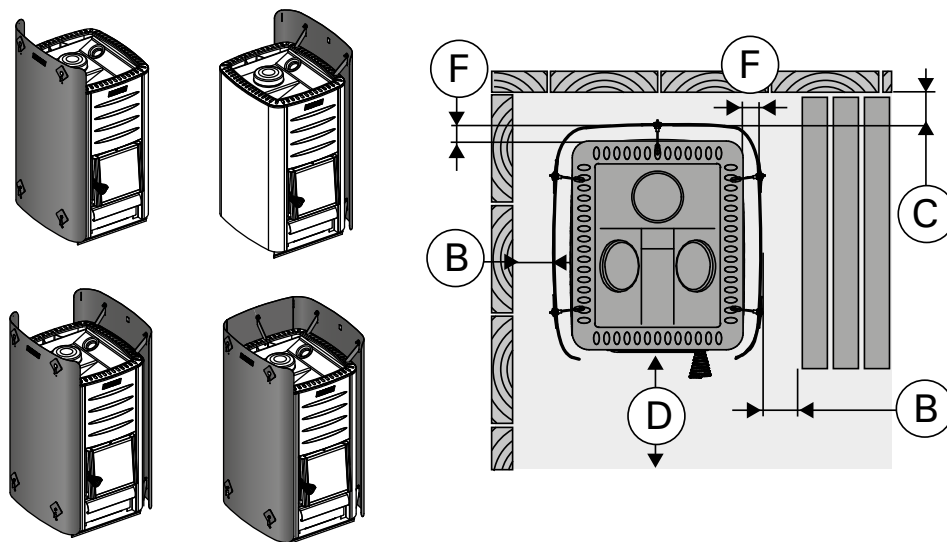

Rysunek 6. Ochrona podłogi (wymiar w milimetrach)
3.1.2. Ochrona podłogi Zob. rysunek 6.